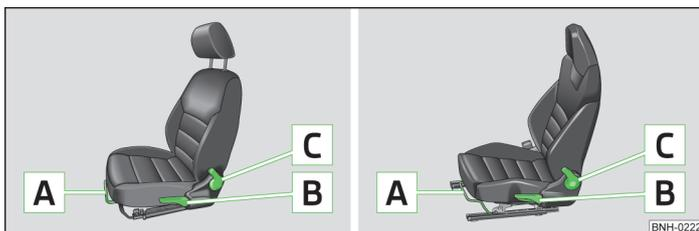
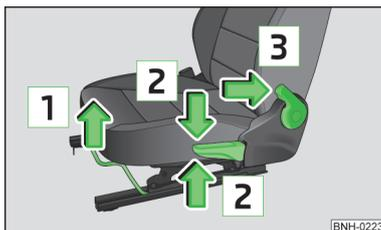

Fig. 35 Elementos de manejo en el asiento / elementos de manejo en el asiento deportivo
Fig. 36
► Tirar de la palanca **A** » fig. 35 (en el centro) en la dirección de la flecha **1** » fig. 36 y deslizar el asiento en la dirección deseada.
► Tirar repetidas veces de la palanca **B** » fig. 35 en el sentido de una de las flechas **2** » fig. 36 y presionarlas.
► Dejar el respaldo sin carga (no apoyarse), tirar de la palanca **C** » fig. 35 en el sentido de la flecha **3** » fig. 36 y ajustar la inclinación deseada del respaldo utilizando la espalda.